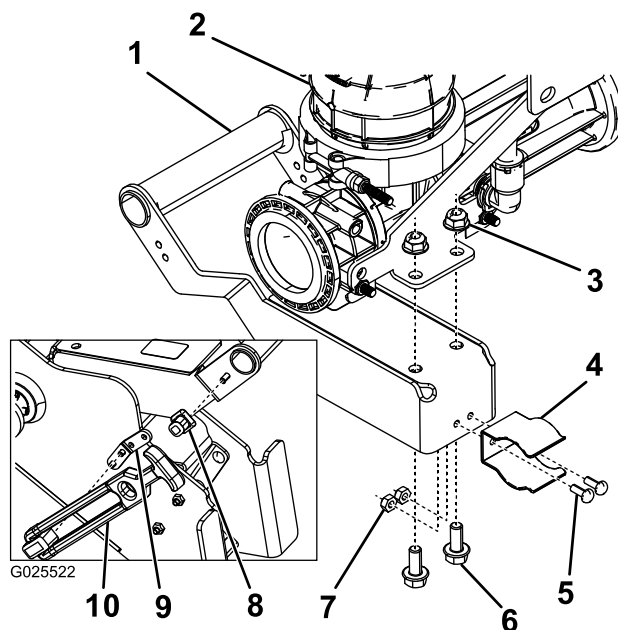

図 16
1. 六角ヘッドボルトを使って、ラッチポストをエダクタのハンドルに取り付ける図 16。
2. 六角ヘッドボルト2本を使って、延長ブラケットをメインサポートフレームに取り付ける図 16。
3. 延長ブラケットにラッチハンドルを接続する図 16。
4. 六角ヘッドボルト2本とフランジヘッドナットを使って、ハンドルをエダクタに取り付ける図 16。